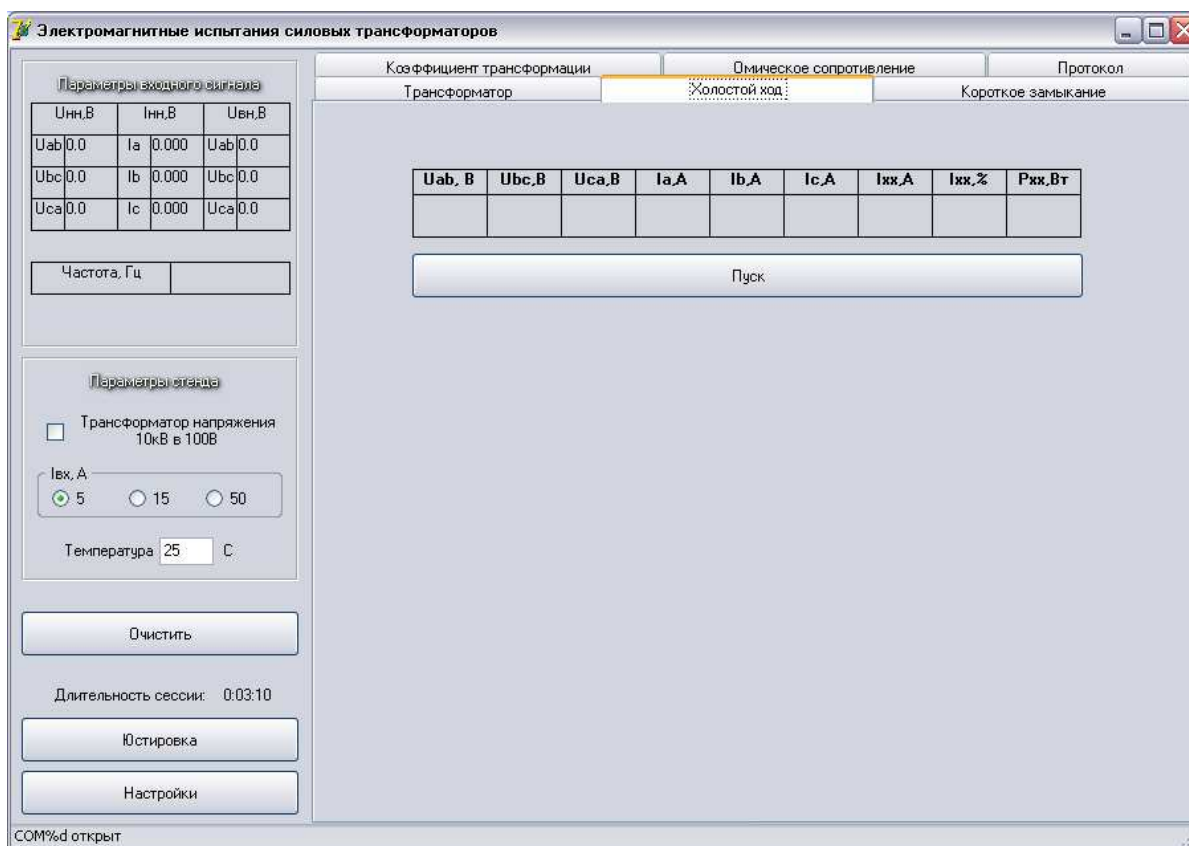

Рис. 3
2.3.1. После запуска программы, на экране появляется рабочее окно рис. 3.